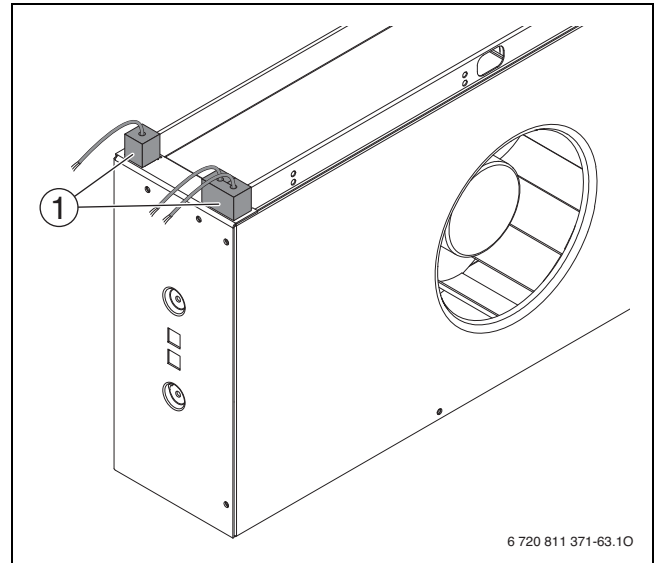

Bild 16
- ▶ Das Kabel des Gebläsemotors am **linken** Gebläse mit dem freien Stecker am Bauteil unter der Platine verbinden, das mit J6 (Fan 1) verbunden ist (→ Bild 16).